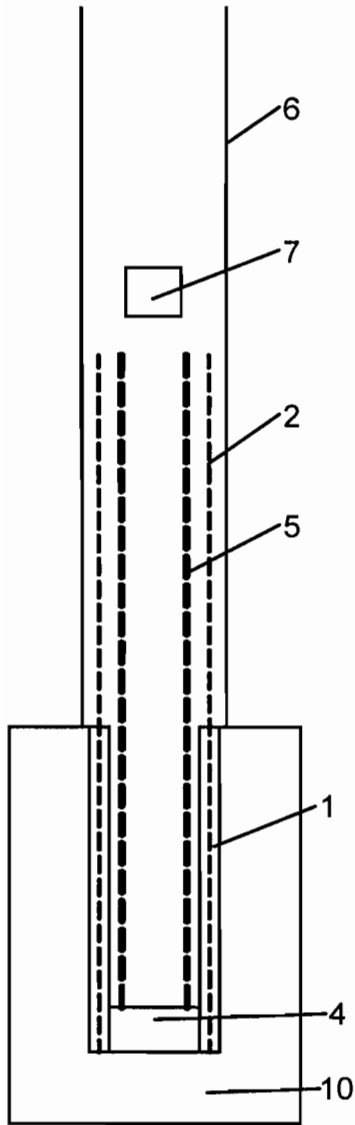

Fig. 4
Fig. 4 Introducerea armaturilor suplimentare in stalpul de beton armat centrifugat si montarea stalpului metalic tubular pe fundatie; Fig. 5 Turnarea betonului in stalpul metalic tubular si
-turnare preliminara de beton in interiorul stalpului pentru monolitizarea betonului spart care a cazut in interiorul stalpului 4 (Fig. 4);
-realizarea unei armaturi suplimentare 5 (Fig. 4) pentru intarirea incastrarii stalpului tubular metalic 6 (Fig 4) in fundatia existenta 10 (Fig.4);
-introducerea armaturii suplimentare 5 (Fig.4) in interiorul stalpului 1 (Fig 4), ramas in fundatie. Inaltimea armaturilor suplimentare 5 (Fig.4) va trebui sa ajunga pana la nivelul armaturilor existente 2 (Fig.3,4);
-se monteaza stalpul metalic 6 (Fig.4) pe fundatia existenta de beton 10 (Fig.4) peste armaturile existente 2 si armaturile sulpimentare 5;
-se ancoreaza stalpul tubular 6 (Fig.4) si se toarna beton in interiorul stalpului, pentru rigidizare. Betonul turnat trebuie sa fie peste nivelul armaturilor 2 si 5 (Fig. 5), aflate in stalpul tubular. Turnarea se va realiza pe partea superioara a stalpului tubular sau printr-o fereastră de turnare 7 (Fig.5);